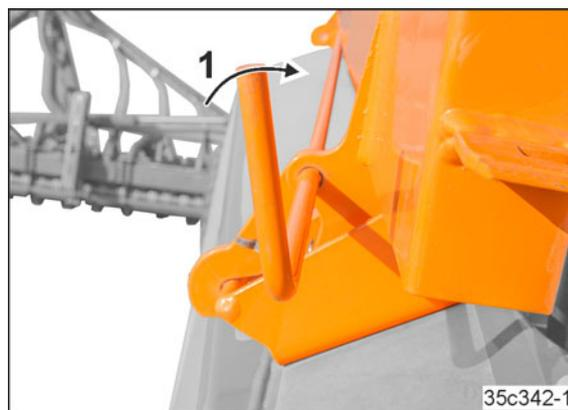

Рис. 258
1. Ослабьте блокиратор крышки (Рис. 258/1)